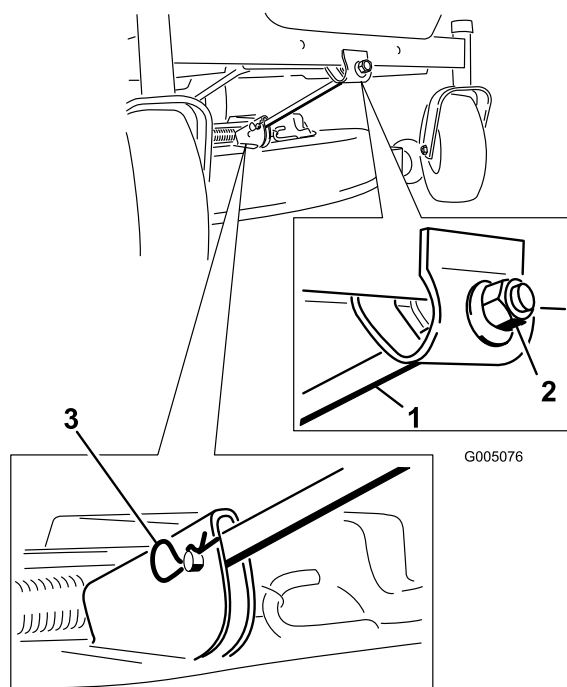

Figura 45
4. Togliete la coppiglia a forcina e il perno con testa dall'asta di sostegno anteriore (Figura 45). Abbassate con cautela la parte anteriore del piatto di taglio fino al suolo.
6. Montate l'asta di sostegno anteriore sul piatto di taglio con il perno con testa e la coppiglia a forcina (Figura 45).